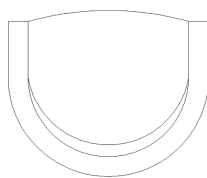

图 2-21 小靠背椅
(6) 再以图 2-20 中内部两条竖线的上下两个端点分别为起点和终点, 以适当位置一点为中间点, 绘制两条圆弧。最终结果如图 2-21 所示。